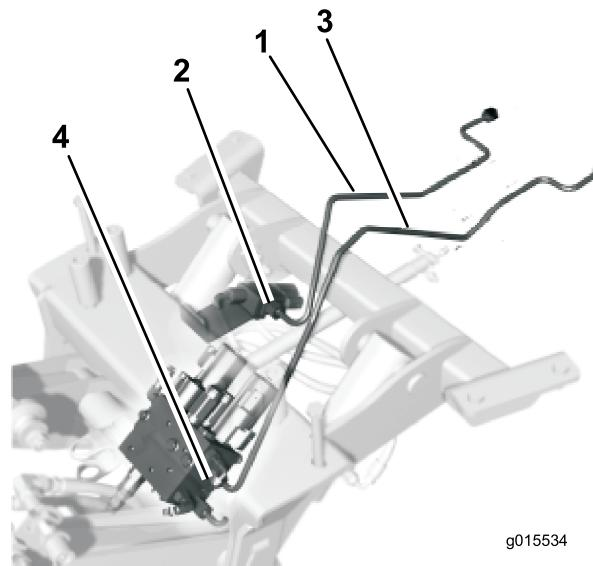

Figura 4
1. Instale sem apertar o tubo hidráulico mais curto no encaixe reto na válvula (Figura 4).
2. Instale sem apertar o tubo hidráulico mais comprido no encaixe reto no coletor (Figura 4).
- Oriente o conjunto do tubo hidráulico mais curto (Figura 4) em redor e acima da barra de controlo da tração.